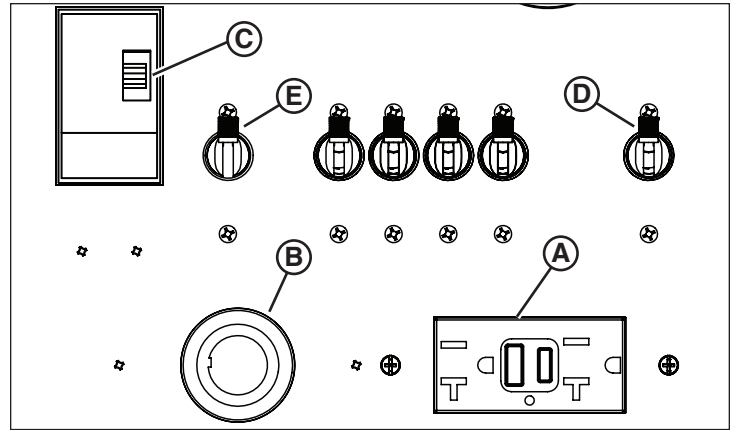

Figura 20
El panel de control está equipado con un tomacorriente GFCI estándar (A, Figura 20) y un tomacorriente de cierre por torsión opcional (B).
La alimentación se suministra hacia los tomacorrientes solo cuando el motor está en funcionamiento y el disyuntor principal (C, Figura 20) se encuentra en la posición ENCENDIDO.
Cada tomacorriente está protegido con un disyuntor especializado: 20 A para GFCI (D, Figura 20), 30 A para cierre por torsión (E).